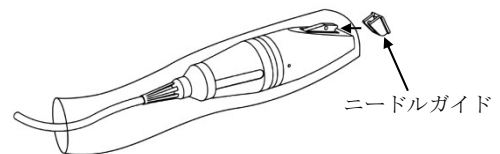

図 2
- 2) プローブカバーを装着した超音波プローブ先端のニードルガイドフックの端に、ニードルガイドの基部（深度の数字が印字されている側）の端を挟み込む（図 2）。